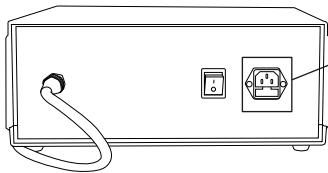

Figure 5
1. Ouvrez le fusible sous la prise à l'aide d'un tournevis. (Voir Figure 5)